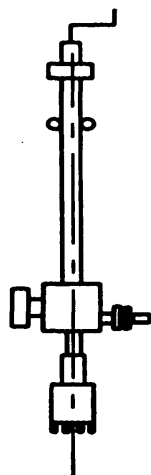

Рис.3
3. Сверлильная машина T-101a (рис.3) применяемая для сверления от 12,7 мм до 100 мм. Машина оснащена храповым механизмом с рукояткой для ручного привода, можно также подключить и пневмопривод. Сверлильная машина T-203 с ходом сверлильной штанги 914 мм (рис.3) имеет автоматическую регулируемую подачу фрезы и пневматический привод. Диаметр вырезаемых отверстия от 100 мм до 300 мм. Для вращения пневмодвигателя машины T-203, компрессор должен обеспечивать расход 3 м³/мин при давлении 6 бар.